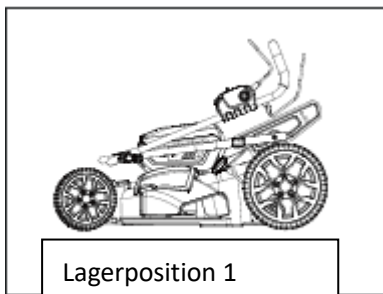

Abb. 19
- Klappen Sie zuerst den oberen Griff herunter und anschließend den unteren Griff vollständig ein (siehe Abb. 19 und 20).